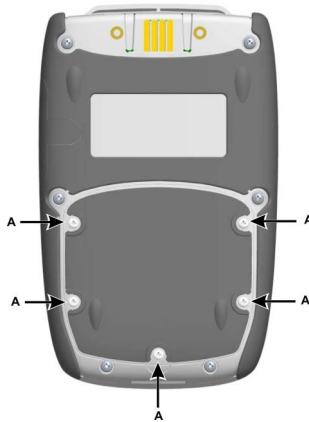

Figure 1 : Vue de la face arrière
1. Retirez les cinq vis cruciformes (A) (voir Fig. 1, vue de la face arrière).
1. Rimuovere le cinque viti Pozidriv (A) (rif.: fig. 1, vista posteriore).